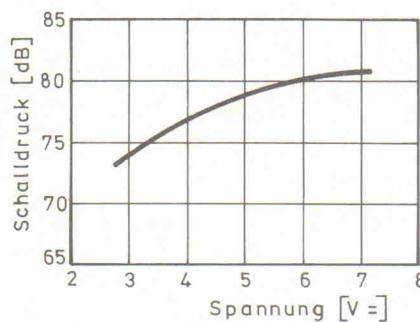

Bild 1. Lautstärke eines 6-V-Summers, in Abhängigkeit von der Spannung, gemessen in 20 cm Abstand (nach Digisound).
Die in 1 m Abstand gemessene Lautstärke der Miniatursummer liegt überwiegend zwischen 50 dB(A) und 80 dB(A), sie hängt von der Speisespannung ab (Bild 1). Der Zusammenhang zwischen Speisespannung und Stromaufnahme ist annähernd proportional. In Tabelle I sind die Daten einiger Miniatursummer angegeben.